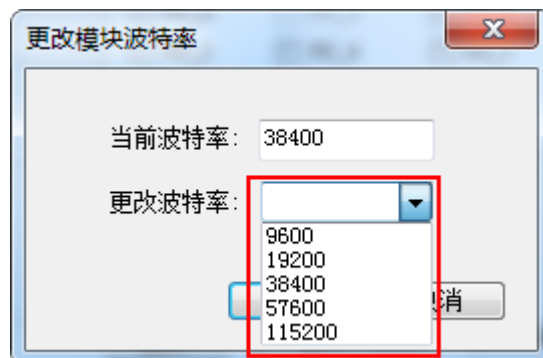

图 21 更改波特率
点击**串口波特率**后的更改按钮。应用程序便会弹出更改波特率对话框。如图 21 所示。
- 在图 21 中，点击更改波特率后的小三角，便会弹出可以设定的波特率。用户选择其中的一个，然后点击确定，即可修改成功。